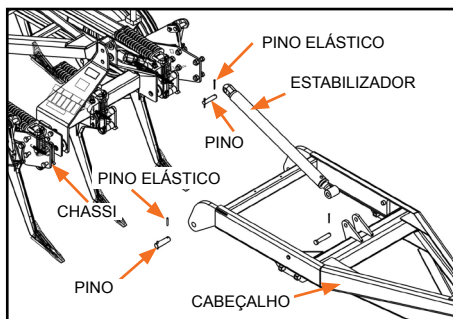

Figura 18
- 3º - Montagem do cabeçalho no chassi (Figura 18).